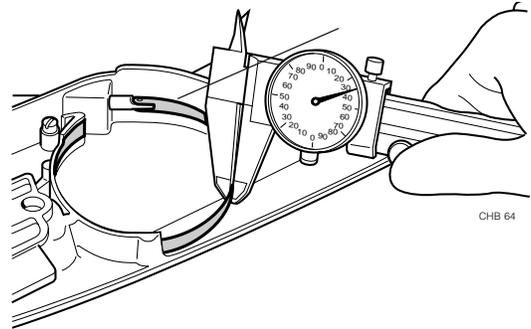

Figura 10.9
- Utilice un calibre ó micrómetro para medir el espesor de la cinta del freno en varios puntos de contacto (figura 10.9). Descarte las cintas que tengan un desgaste mayor del 59% del espesor original